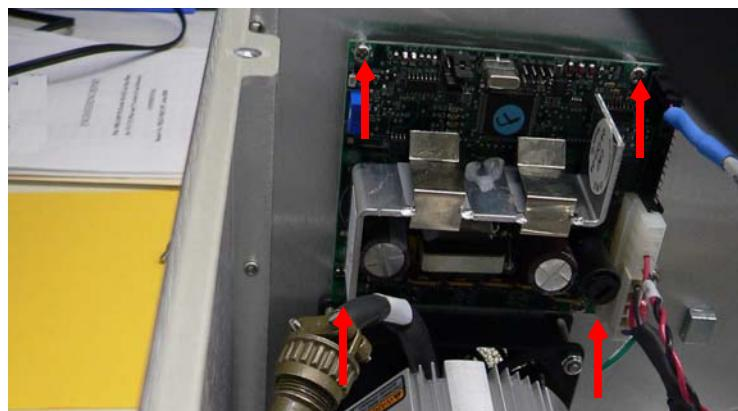

图 B-25 涡轮控制器电路板的螺丝
5. 拆下四 (4) 组菲利普斯螺丝/垫圈及垫片 (图 B-25)。
6. 放入新的电路板并装上四 (4) 组菲利普斯螺丝/垫圈及垫片 (图 B-25)。